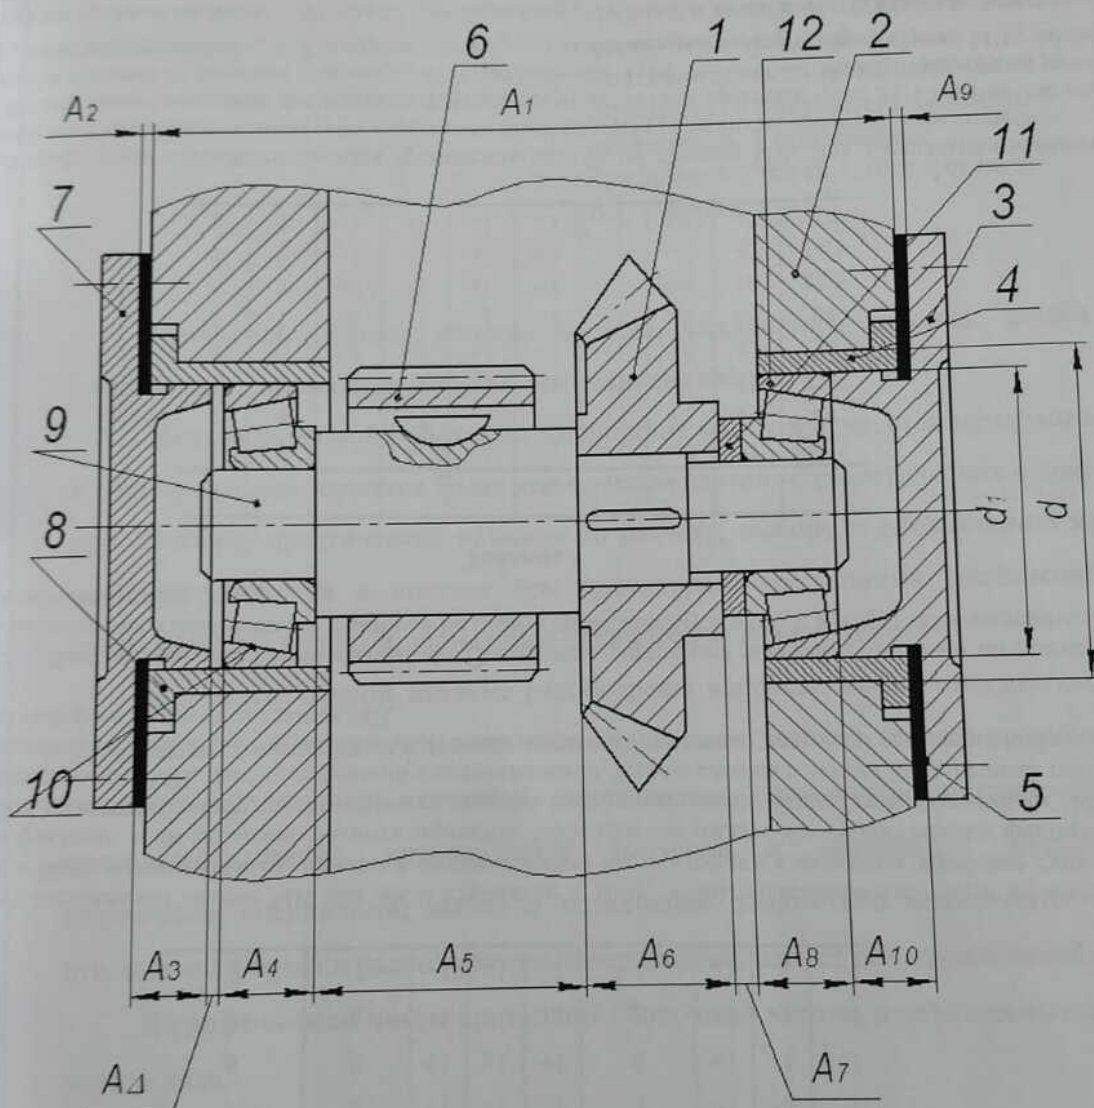

Рисунок 1- Изделие с косозубой передачей
1. Описание работы изделия с косозубой передачей (рисунок 1).